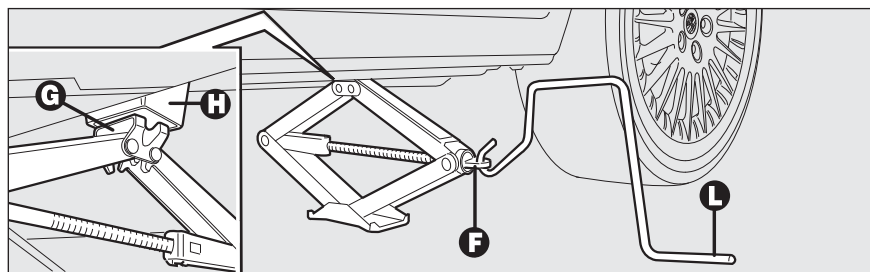

fig. 8
- ☐ azionare il dispositivo **F-fig. 8** in modo da distendere il cric, sin quando la parte superiore del cric **G** si inserisce correttamente all'interno del dispositivo di ritenuta **H**;
- ☐ inserire la manovella **L-fig. 8** per permettere l'azionamento del cric e sollevare la vettura, sino a quando la ruota si alza da terra di alcuni centimetri;